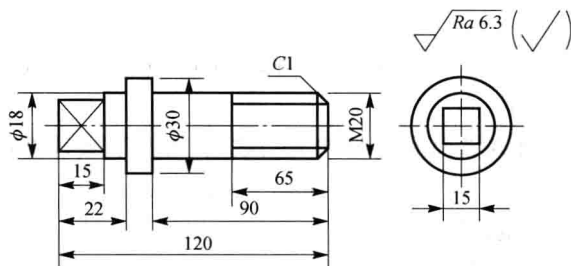

图 1-6 零件图
- (1) 如图 1-6 所示零件, 毛坯为 $\phi 35$ mm 棒料。批量生产时, 在老师的指导下试着分析其